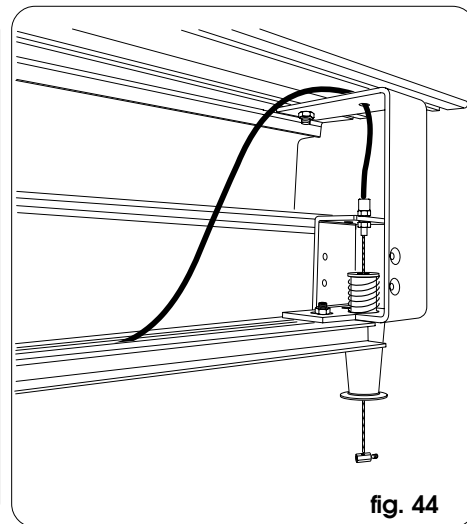

fig. 44
- Posizionare il cavo guainato in corrispondenza della staffa laterale come in fig. 44; introdurre il filo d'acciaio all'interno del pomello di sblocco e fissare all'estremità un morsetto stringendone il grano (fig. 44).